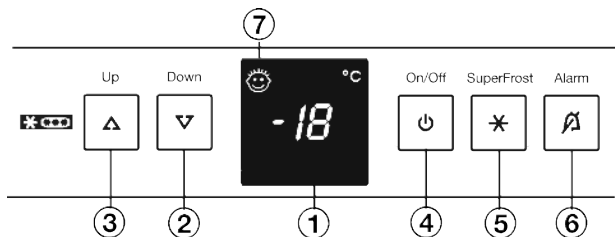

Fig. 2
- ▶ нажмите кнопку On/Off Fig. 2 (4).
- ▶ Активация режима настройки: удерживайте кнопку SuperFrost Fig. 2 (5) прилб. 5 секунд.
- ▶ Кнопкой настройки Up Fig. 2 (3) или кнопкой настройки Down Fig. 2 (2) выберите h.
- ▶ Подтвердить: Коротко нажмите кнопку SuperFrost Fig. 2 (5).
- ▶ Увеличение яркости индикации: нажмите кнопку настройки Up Fig. 2 (3).
- ▶ Уменьшение яркости индикации: нажмите кнопку настройки Down Fig. 2 (2).
- ▶ Подтвердить: нажмите кнопку SuperFrost Fig. 2 (5).
- ▶ Выход из режима настройки: нажмите кнопку On/Off Fig. 2 (4).